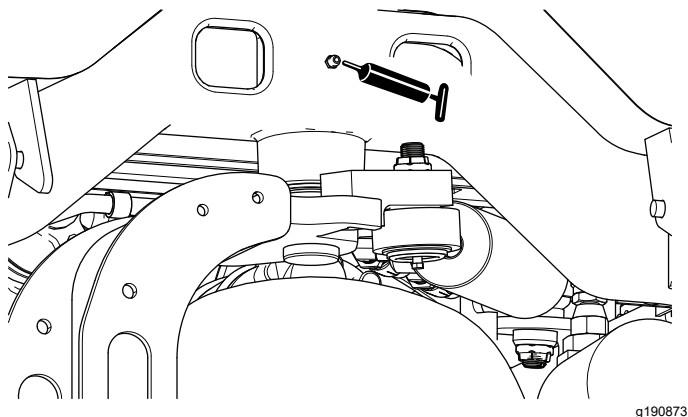

Figure 62
- Pivot de direction (Figure 62)